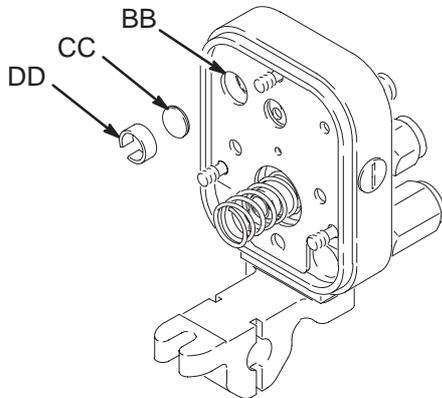

Fig. 8
2. Cerciórese de que las lentes (CC) están limpias. Introduzca las lentes en el contrataladro (AA) en la salida para fibra óptica del colector (BB) (BB). Vea las Fig. 8 y 9.
3. Presione el retén de la lente (DD) en la salida para fibra óptica del colector (BB) hasta que esté emparejado con la superficie del colector.